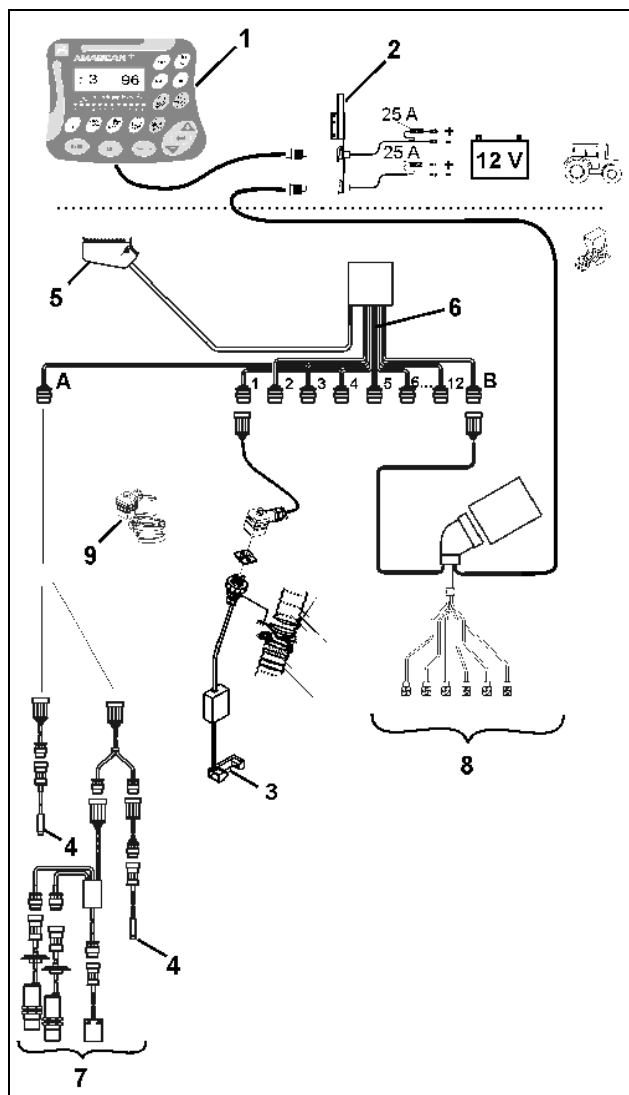

Fig. 2
**AMASCAN+** (Fig. 2/...) comprends: